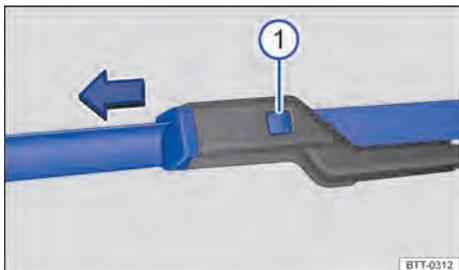

Fig. 143 No para-brisa: substituir as palhetas dos limpadores do para-brisa.
① botão de destravamento
3. Manter o botão de destravamento pressionado e, ao mesmo tempo, puxar a palheta dos limpadores dos vidros para fora, no sentido da seta → Fig. 143 ①.